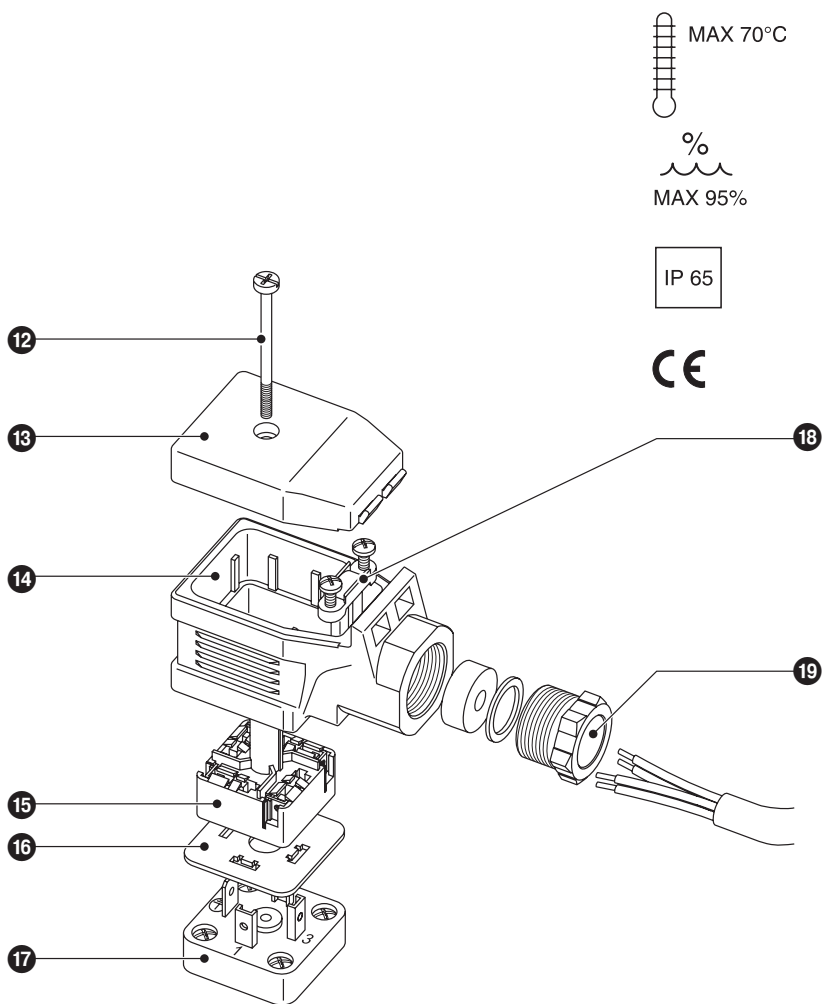

Fig. 11
1. Allentare la vite **12**. **Fig. 11**